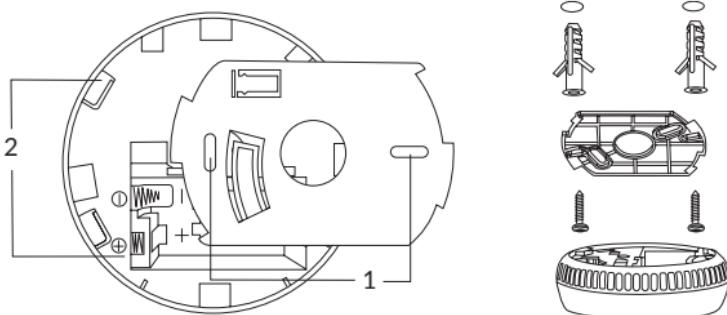

Abb. 9
6.5. Zur Montage des Geräts befestigen Sie den Sockel an der Decke: Markieren Sie die Montagestelle, bohren Sie Löcher und befestigen Sie den Sockel mit den im Set enthaltenen Dübeln und Schrauben. Befestigen Sie anschließend das Gehäuse des Geräts, indem Sie die zwei charakteristischen Haken am Rand des Sockels (Abb. 9) in die länglichen Öffnungen im Gehäuse einsetzen. Drehen Sie zum Schluss das Gehäuse im Uhrzeigersinn, um es zu befestigen.